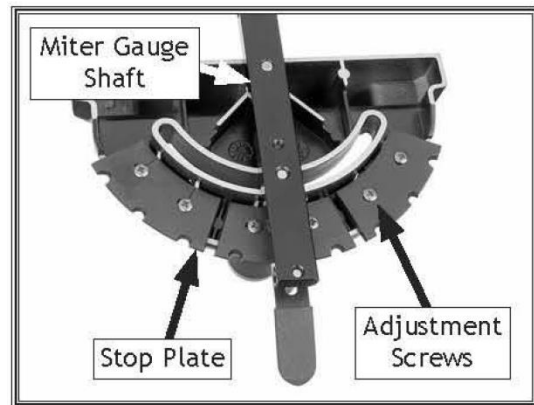

Рисунок 124. Проверка упора под углом 45° на транспортيره.
5. Ослабьте два винта с крестообразной головкой, которые крепят стопорную пластину под углом 90° (см. рис. 124).